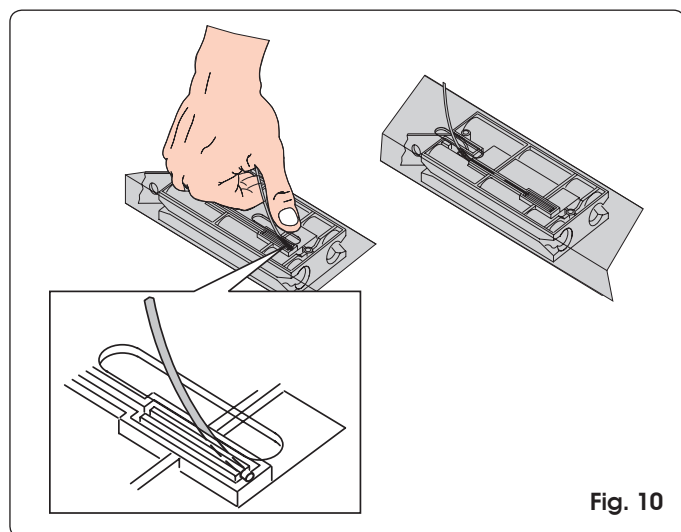

Fig. 10
- 2) Inserire il terminale del cavetto nell'apposita sede di colore rosso (Fig. 10).